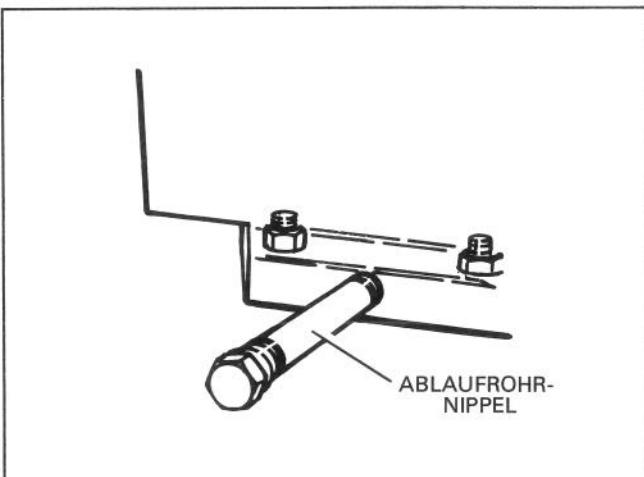

Abb. 2
- Nachdem das Öl abgelaufen ist, den Nippel des Abflußrohrs vom Motor entfernen (Abb. 2).